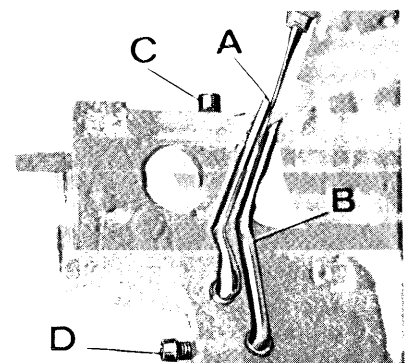

fig. 10
7. Montaggio del coltello inferiore (fig. 10):